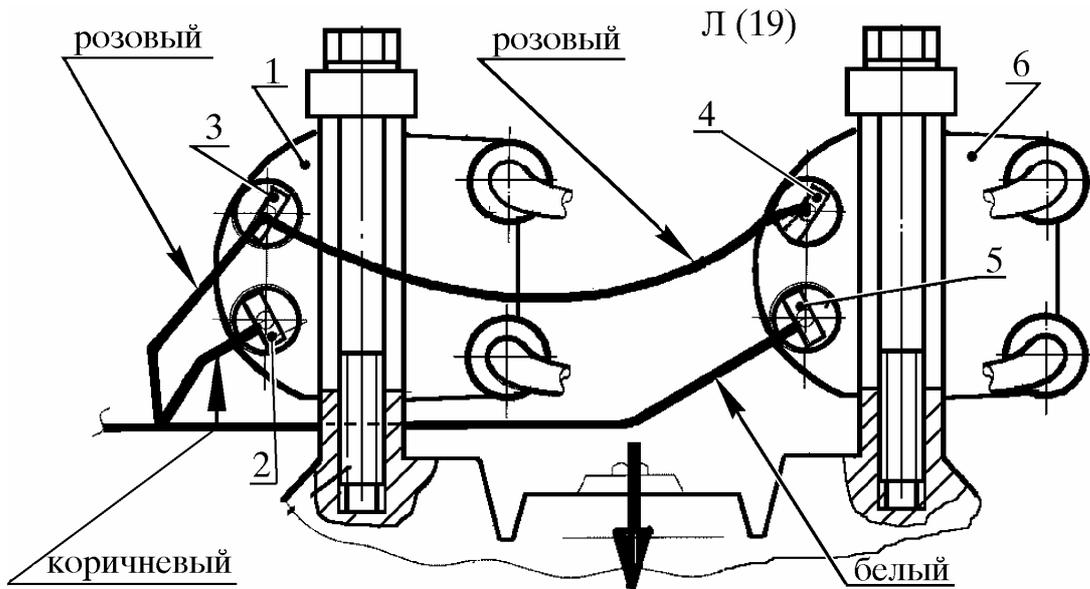

Рис. 26. Отсоединение проводов жгута проводов от катушек зажигания:
13.13. Отсоединить провода жгута проводов от катушек зажигания 1 (рис. 26) правой и 6 левой.